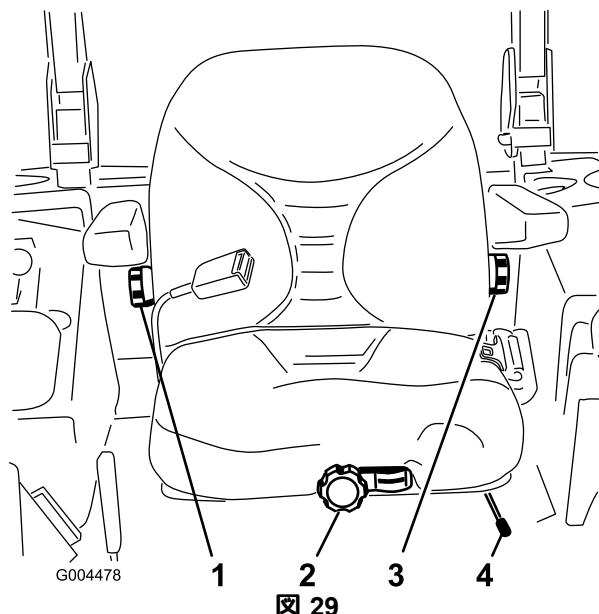

図 29
1. 調整は、レバーを横に動かしてシートのロックを解除して行う(図 29)。
調整は、右側アームレストの下にあるノブを回して行います(図 29)。
調整は、左側アームレストの下にあるノブを回して行います(図 29)。